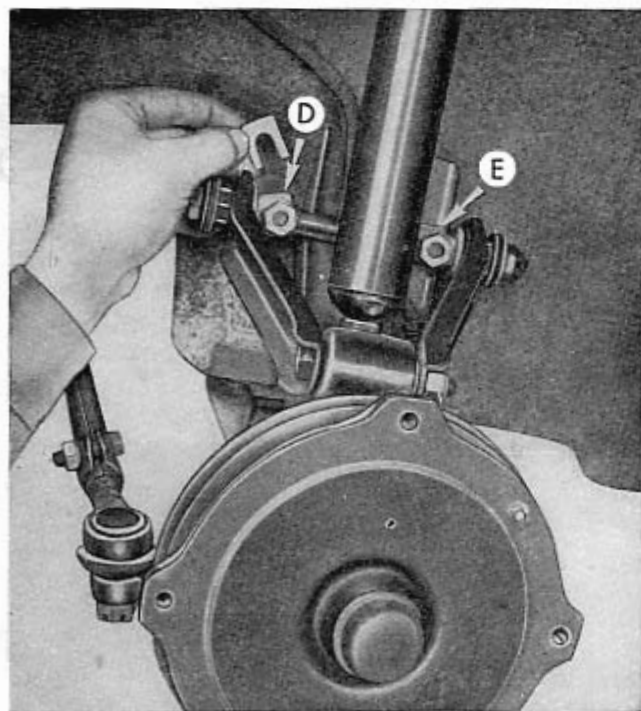

Fig. 244 - Application des plaquettes de réglage des angles de carrossage des roues avant et de chasse du montant.
Le réglage de l'angle de carrossage des roues (α , fig. 232) et de l'angle de chasse du montant (β , fig. 233), doit être effectué en calant des rondelles d'épaisseur (S, fig. 234) entre le pivot du bras oscillant et les entretoises sur les goujons soudés à la coque (aux points D et E, fig. 244).
— pour augmenter l'angle de chasse (β , fig. 233), déplacer les plaquettes d'épaisseur (S, fig. 234) de la vis arrière (E) à la vis avant (D, fig. 244);
— pour réduire l'angle de chasse (β , fig. 233), déplacer au contraire les plaquettes de la vis avant (D) à la vis arrière (E, fig. 244).
— pour augmenter l'angle de carrossage (α , fig. 232), ajouter un nombre égal de plaquettes d'épaisseur (S, fig. 234) sur les deux vis (D et E, fig. 244);
— pour réduire l'angle de carrossage (α , fig. 232), ôter un nombre égal de plaquettes des deux vis (D et E, fig. 244).